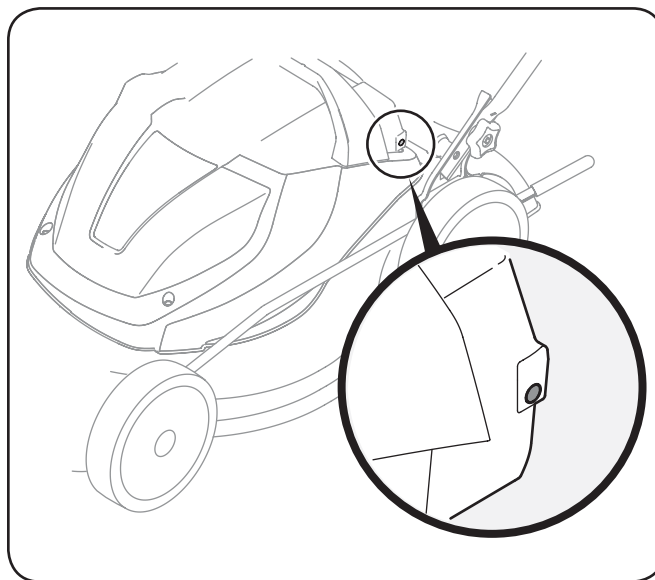

Figure 6-2
2. Poussez sur le commutateur du disjoncteur pour le remettre à zéro. Voir la Fig. 6-2 dans le chapitre « Utilisation ».